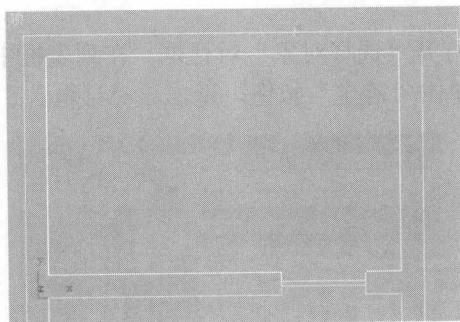

图 3-7 绘制样条线
**6** 激活顶视图，以左上角厨房内部结构的顶点为端点绘制样条线——Line01，如图 3-7 所示。